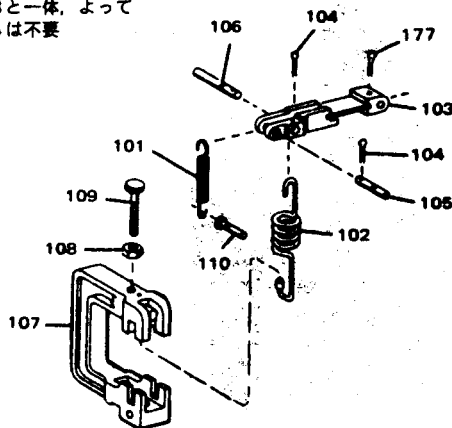

図3-3 低速調整部の分解図
ロースピード・ストップ・スクリュ (109, 図3-3) を調整するためロックナット (108) をゆるめまた、締める場合は必ずガバナを停止させて行なって下さい。ガバナ運転中にこの調整を行なうとパイロットバルブ・プッシング内でパイロットバルブ・プランジャが焼き付く原因になります。